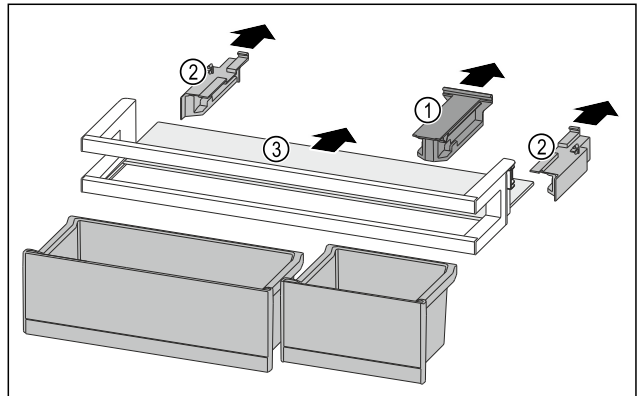

Fig. 132
- Tutma parçasını Fig. 132 (1) çıkartın.
- Kenar parçalarını Fig. 132 (2) çıkartın.
- Raf alanını Fig. 132 (3) çıkarın.